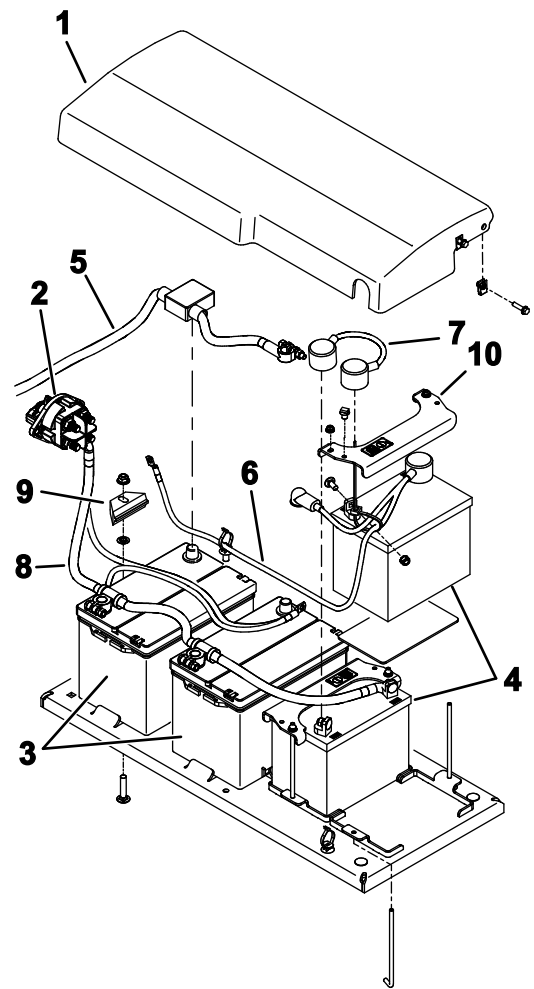

Figura 113
6. Rimuovete i dispositivi di fissaggio che fissano il coperchio della batteria alla macchina e rimuovete la copertura (Figura 113).
9. Rimuovete attentamente le batterie dalla macchina (Figura 113).
1. Fissare le batterie con i dispositivi di fissaggio (Figura 113).